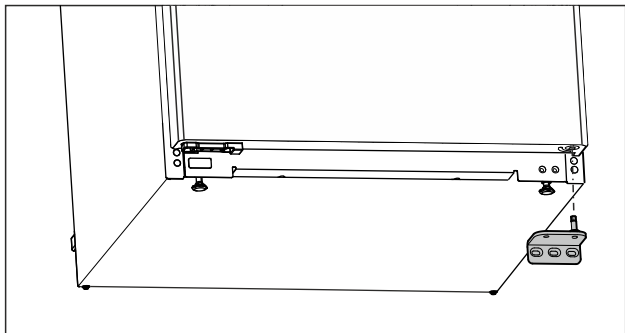

Fig. 7
- ▶ Снимите опорный кронштейн движением вниз. (см. Fig. 7)